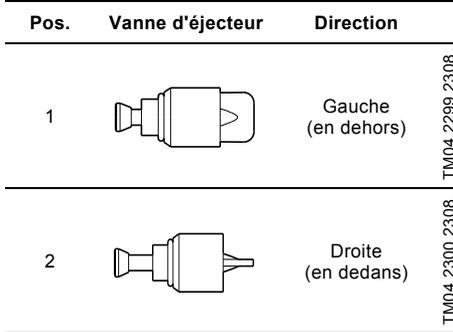

Fig. 3 Positions de la vanne d'éjecteur
La vanne d'éjecteur (V) peut être tournée sur deux positions. Voir fig. 3.